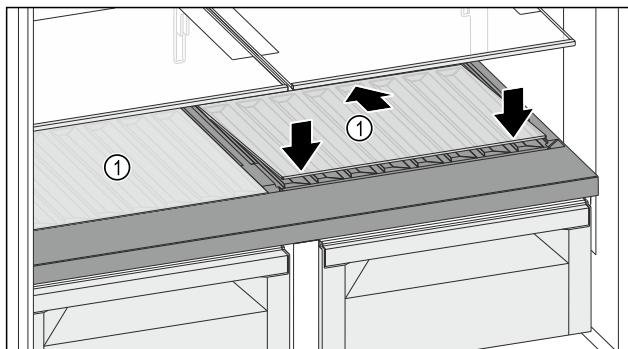

Fig. 131
- Вставте скляну полицю Fig. 131 (1) під кутом, накинувши назад і донизу.
- Опустіть скляну полицю Fig. 131 (1) вперед.